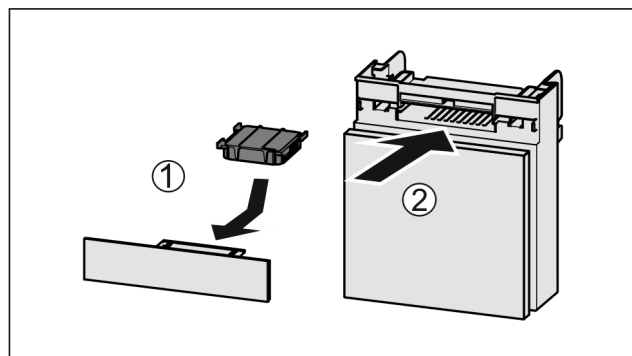

Fig. 51
- ▶ Vložte aktívny uhlíkový filter podľa obrázka Fig. 51 (1).
- ▶ Zasuňte zásuvku Fig. 51 (2).